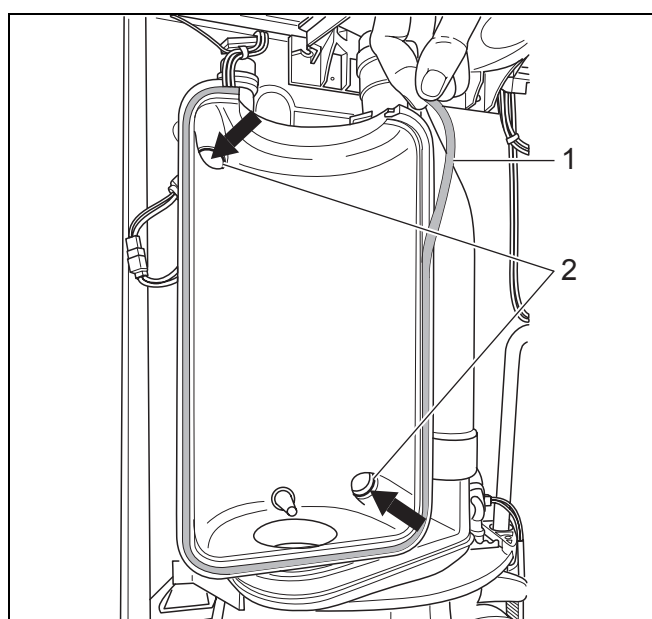

fig. 49 Condenspakking vervangen
- condensbakpakking (→ fig. 49);
- Vervang de condensbakpakking (→ fig. 49, [1]). De pakking moet zonder spanning gemonteerd en de uiteindes op juiste lengte gesneden worden.
- Vervang de vier O-ringen (→ fig. 49, [2]), 2 stuks aan iedere zijde.